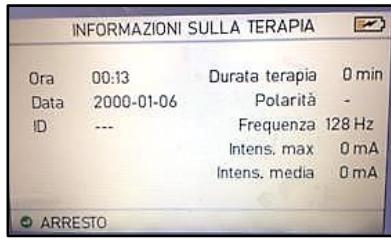

Figura 31. Informazioni terapeutiche
3. Premete . Si visualizza il messaggio INFORMAZIONI SULLA TERAPIA (v. Figura 31).
Si visualizzano allora le INFORMAZIONI SULLA TERAPIA (v. Figura 31).